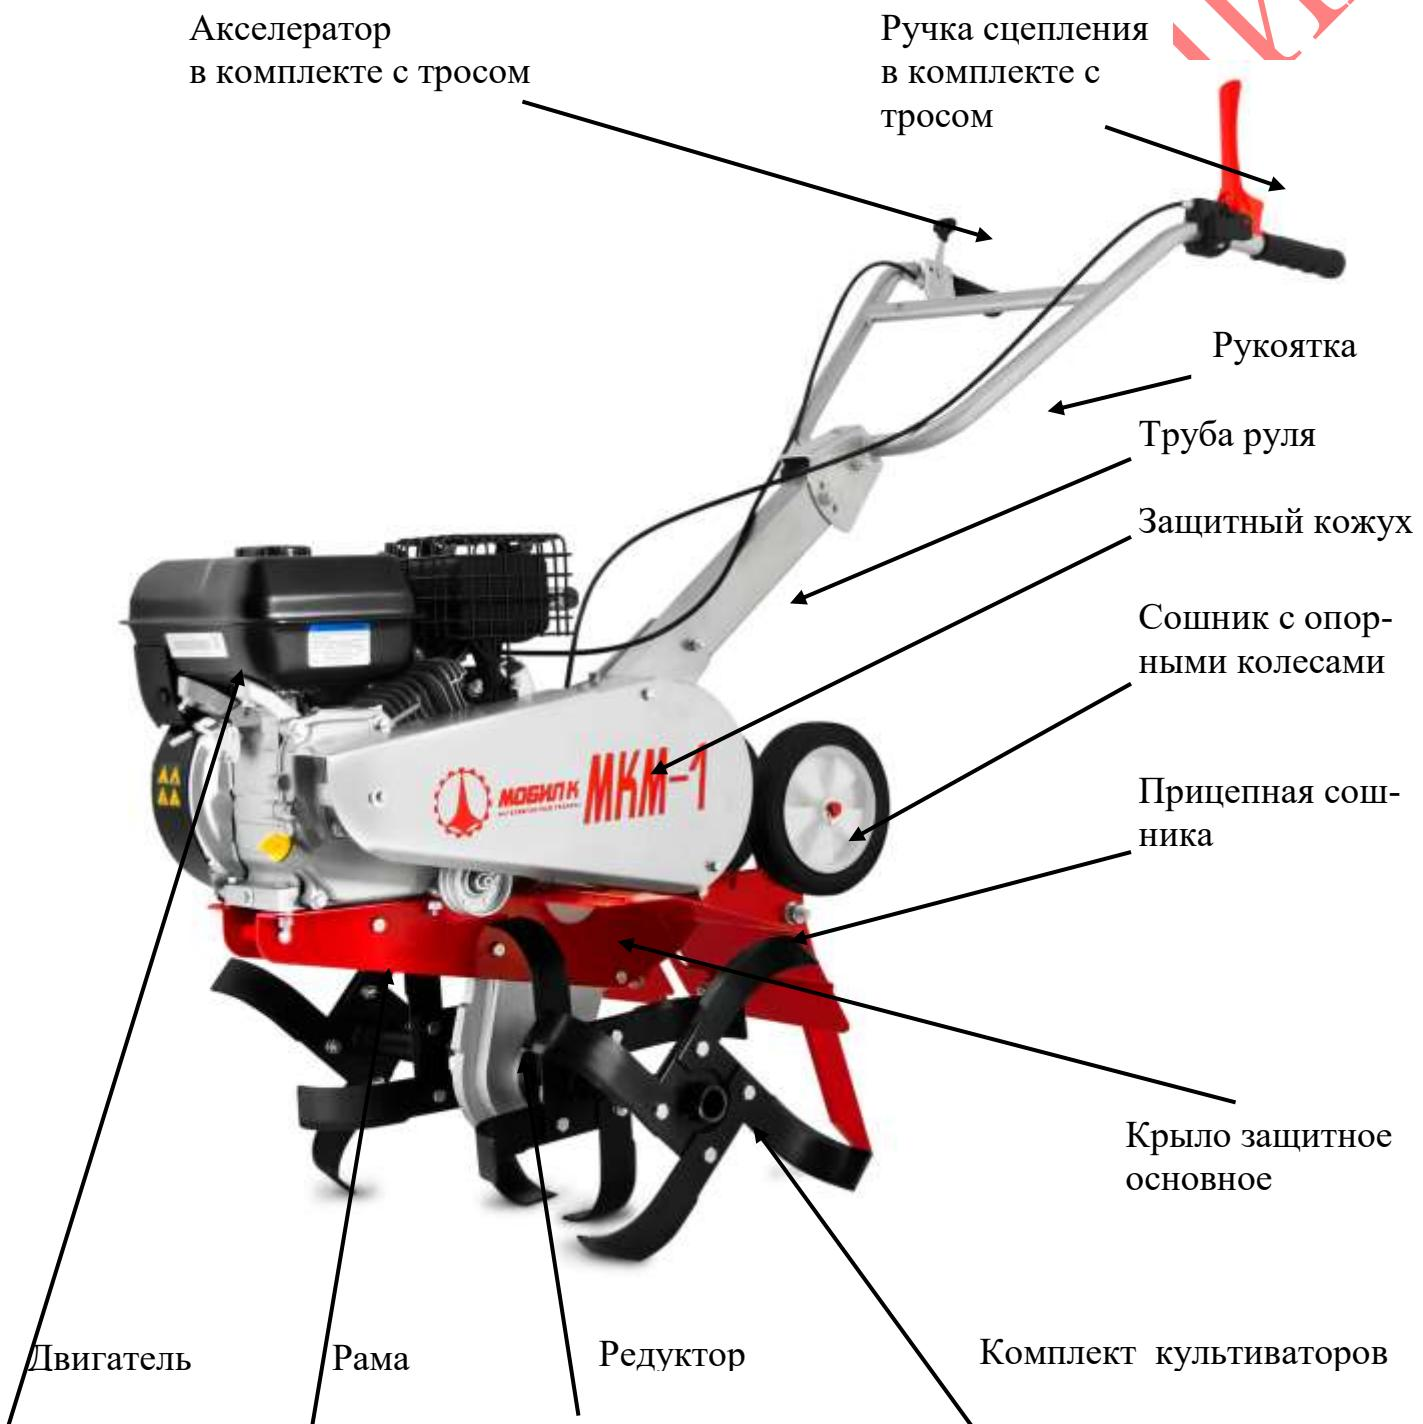

Рис.1 Мотокультиватор МКМ-1.
Комплект культиваторов предназначен для культивирования (фрезерования) почвы Рис.1, Рис.9.
- 7.3. Установить и собрать руль, Рис.1, Рис.6.
- 7.7. Установить сошник с опорными колесами вниз, зафиксировав его на прицепной сошнике посредством 2 осей со штифтами, Рис.1, Рис.3.
7.11. Проверить натяжение ремня. Для чего снять защитный кожух клинового ремня. Зазор между верхней и нижней ветвями ремня должен быть 50-60 мм, а зазор между ограничительными скобами и внешней стороной ремня должен быть 3-5 мм при нажатой ручке сцепления, Рис.10. При необходимости установить контрольный размер 50-60 мм регулировочным винтом на ручке сцепления Рис.7, для этого открутите контргайку. Выкручивая винт регулировки троса сцепления зазор между верхней и нижней ветвями уменьшается, закручивая винт регулировки троса сцепления зазор между верхней и нижней ветвями увеличивается. После регулировки контргайку закрутите. При невозможности установки контрольного размера регулировочным винтом, регулировку произвести перемещением двигателя по пазам рамы, Рис.1, Рис.10. Зазор между ограничительными скобами и внешней стороной ремня регулируйте с помощью болтов M8 Рис.10. Для чего необходимо открутить болт M8, отрегулировать зазор 3-5 мм и затем болт закрутить и затянуть. Установить на место кожух клиноременной передачи и закрепить.